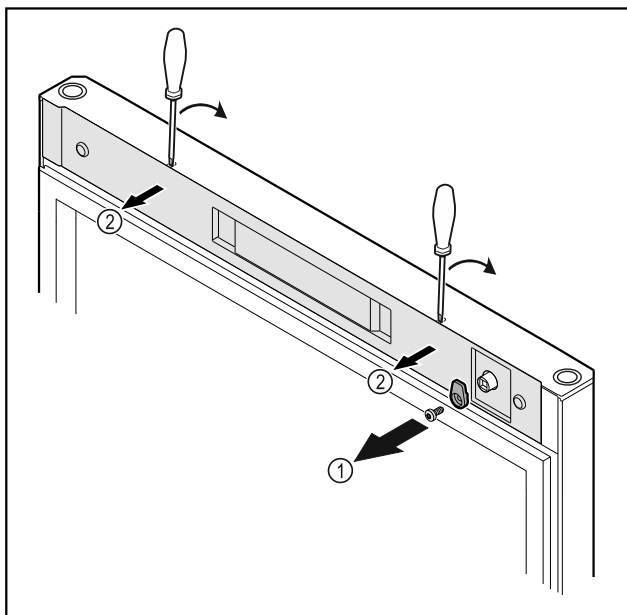

Fig. 22
- Odšroubujte petlici Fig. 22 (1).
- Uvolněte kryt Fig. 22 (2) malým šroubovákem a sejměte jej.